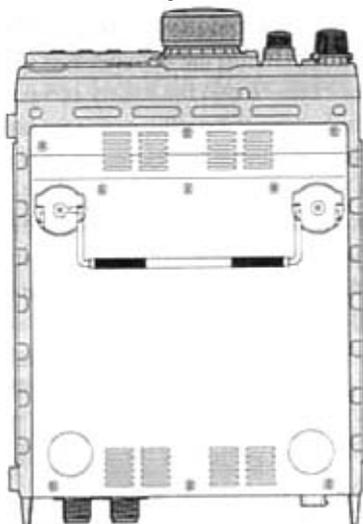

Рисунок 3
- (3) Подсоедините **FP-30** к нижней панели **FT-897**, совместите отверстия и закрутите шесть винтов удаленных на предыдущем шаге (рисунок 3).